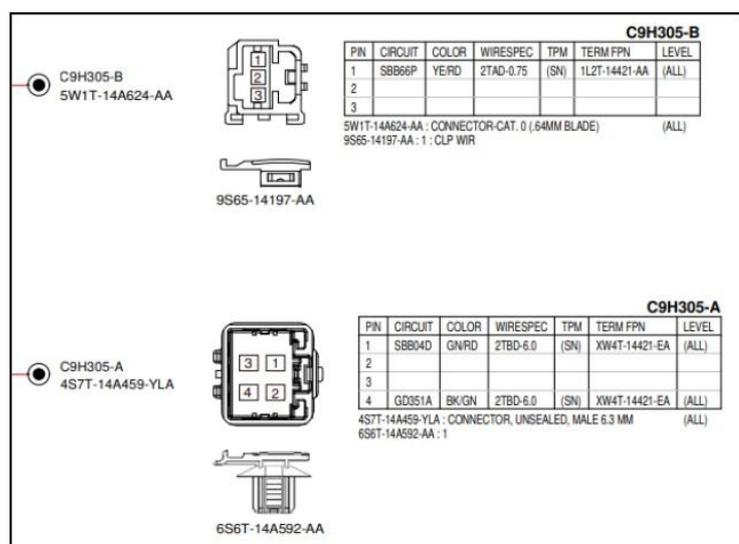

Figure 17 : Connecteurs de toit où les connecteurs du système de climatisation autonome seront bouchés
** La préparation de l'installation électrique pour le système de climatisation autonome est disponible dans tous les F-MAX fabriqués après 2020 LP2 (01.07.2020). L'emplacement et les images des connecteurs de raccordement au toit de la chambre froide de stationnement du véhicule sont illustrés à la figure 17.
- 4) Il convient de vérifier s'il n'y a pas deux connecteurs, comme illustré à la figure 17, où les connexions du système de climatisation autonome seront branchées dans la zone du toit où le système de climatisation autonome est installé. Si les connecteurs sont situés dans l'installation de toit existante, les connecteurs du système de climatisation autonome seront branchés sur les connecteurs correspondants existants sur le toit et la connexion électrique sera fournie.